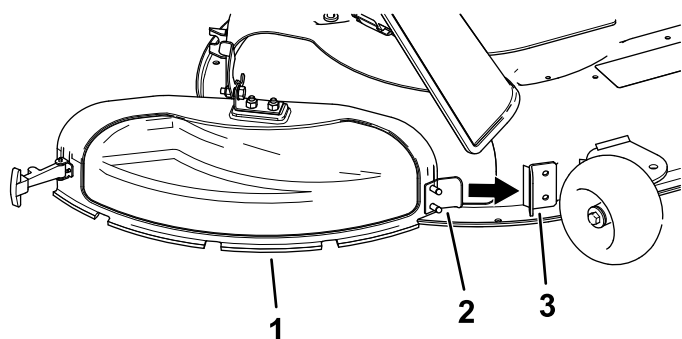

Рисунок 13
3. Наклоните металлический выступ на крышке выброса так, чтобы ввести его в паз в кронштейне, приваренном к деке газнокосилки (Рисунок 13).